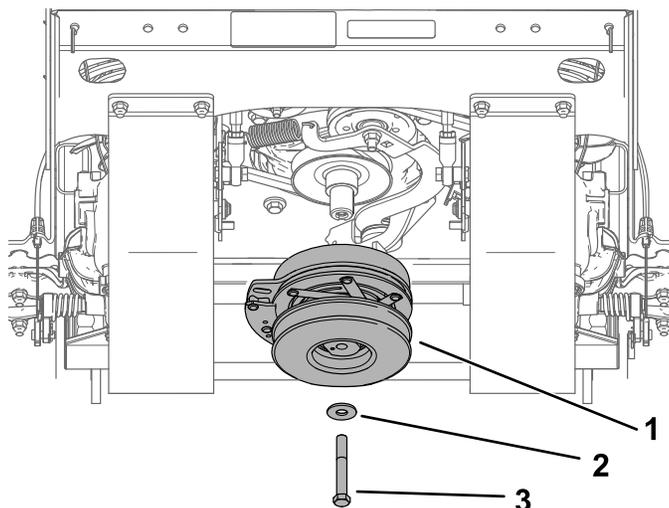

Рисунок 57
5. Снимите шкив муфты (Рисунок 57).
13. Установите шкив муфты (Рисунок 57). Затяните болт с моментом от 68 до 81 Н·м.
14. Установите защитную пластину (Рисунок 57).